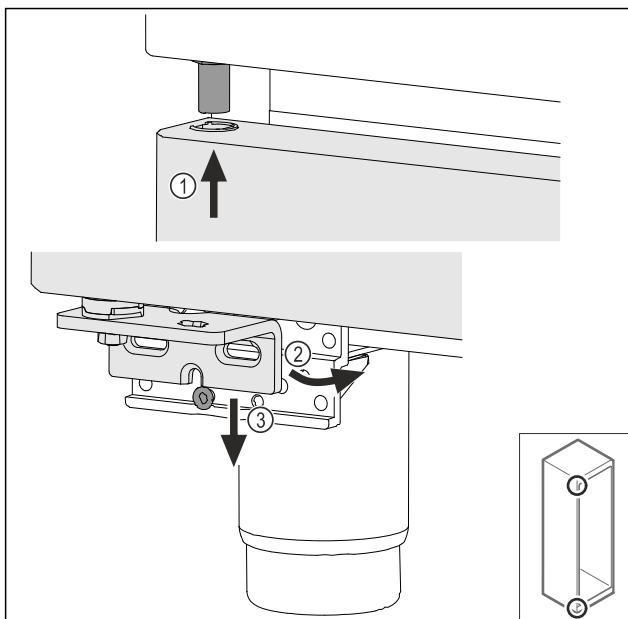

Fig. 42
- Deur iets gekanteld aan de bovenzijde terugplaatsen Fig. 42 (1), deur recht uitlijnen Fig. 42 (2) en aan de onderzijde op de lagerbokschoef Fig. 42 (3) plaatsen.